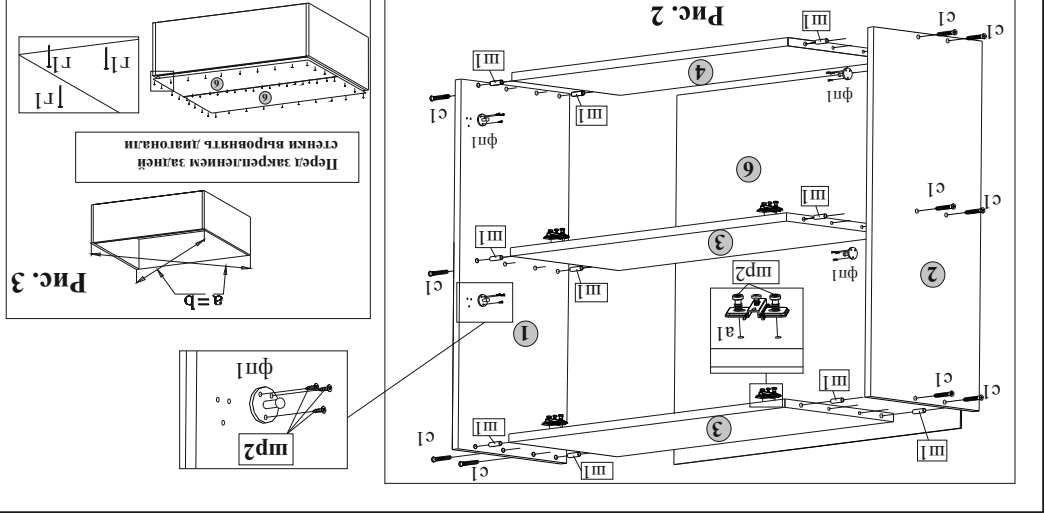

Рис. 2
5.2. В отверстиях диаметром 8 мм на торцевых краях плит 3, 4 вставить шканты Ш1 (рис.2).
5.3. На внутреннюю поверхность плитов 3 закрепить направляющие петли а1 с помощью шурупов ШР2 и крестообразной отвертки. На внутреннюю поверхность боковых стенок 1 и 2 закрепить фиксирующие площадки А1 шурупами ШР2 (рис.2).
5.4. Соединить между собой детали корпуса шкафа настенного 1, 2, 3, 4 и стянуть стяжками винтовыми С1, пользуясь ключом К1 (рис.2).